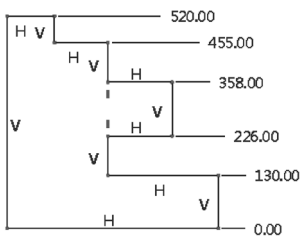

图 2-71 继续标注纵坐标尺寸
4) 要添加纵坐标尺寸,重复步骤 3)。继续标注纵坐标尺寸如图 2-71 所示。